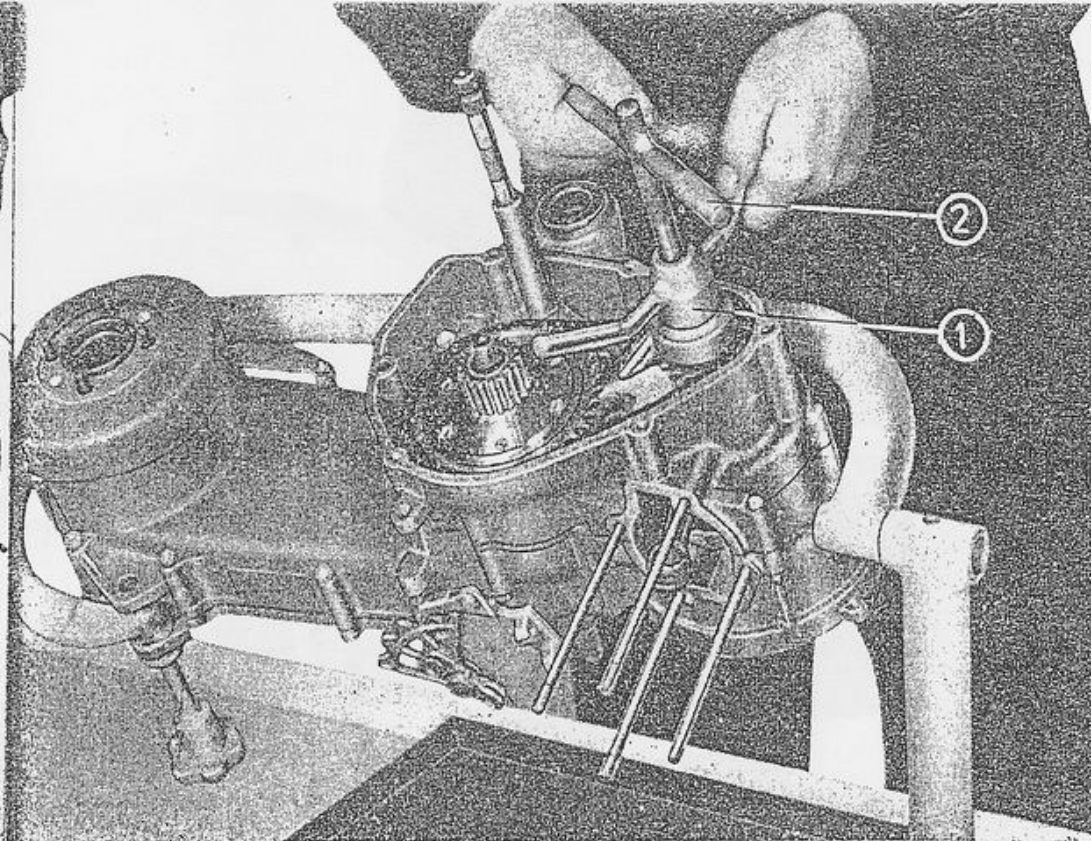

Fig. 6 - Smontaggio del pignone motore.
- 12°) **smontare il pignone motore** avvitando sullo stesso l'apposito estrattore (fig. 6-punto 1) dopo aver applicato il cappuccio di protezione del filetto dell'albero e girando la speciale vite (fig. 6-punto 2) fino all'allentamento del pignone stesso;